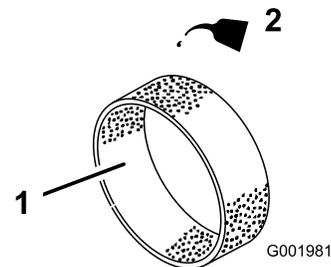

Figura 25
4. Applicare circa 30–60 ml d'olio sull'elemento (Figura 25).